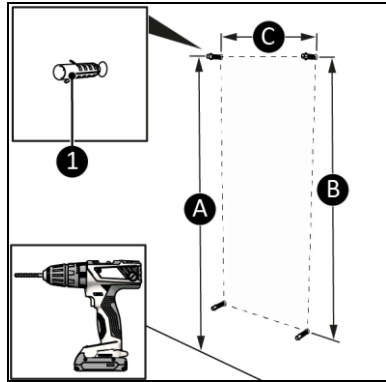

Figura 8
4. Faceți două găuri în partea superioară pentru dibluri cu o distanță orizontală de 392 mm între găuri (Figura 8, poz. C). Utilizați distanțele din lista de mai jos pentru a vă asigura că distanța până la podea este de cel puțin 60 cm sub unitate. (Figura 8, poz. A):
5. Faceți două găuri în partea inferioară pentru dopurile de perete cu o distanță orizontală de 392 mm între găuri (Figura 8, poz. C). Distanța pe verticală dintre găurile de jos și cele de sus este de aproximativ (Figura 8, poz. B):
6. Așezați dopurile de perete și inelele prevăzute (Figura 8, poz. 1).